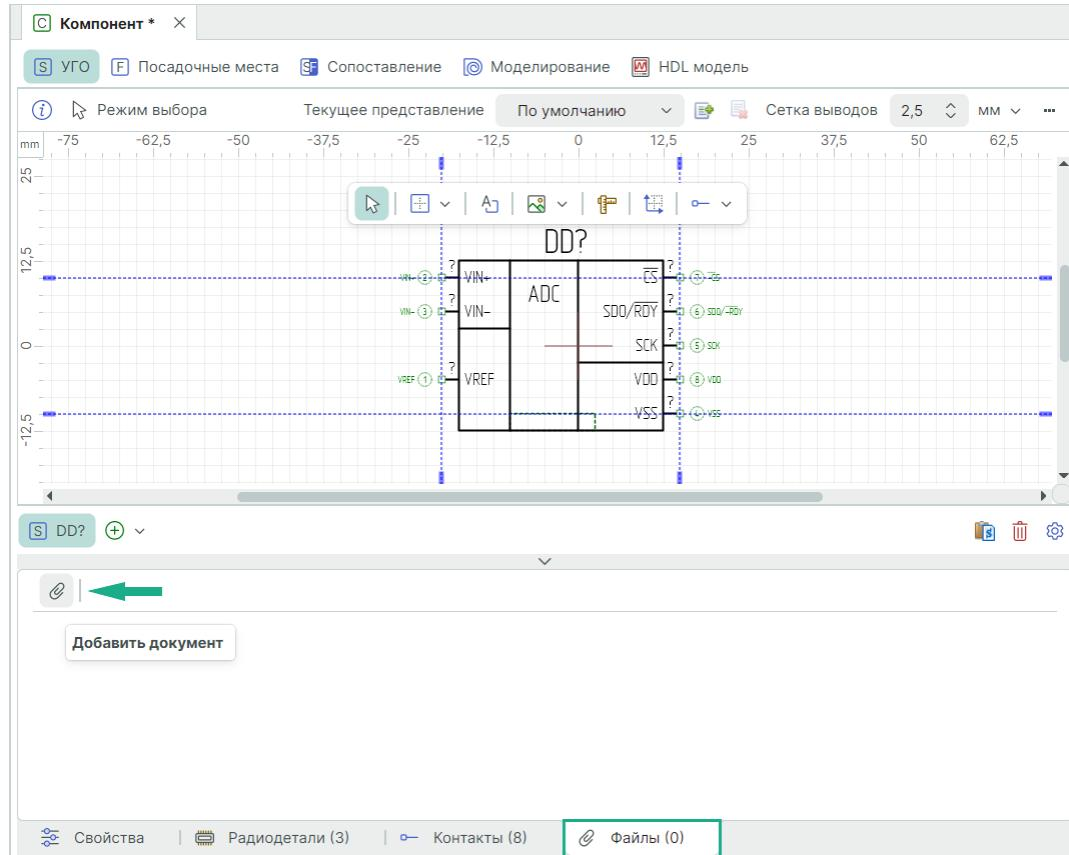

Рис. 310 Добавление файла данных
1. Нажмите на символ  «Добавить документ» вкладки «Файлы» редактора компонентов, см. Рис. 310.